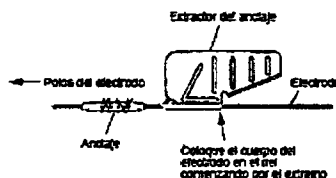

Figura 11. Colocación del extractor del anclaje sobre el electrodo.
5. Comenzando por el extremo ancho del riel (opuesto a la cuchilla), pase un dedo por el electrodo presionándolo para introducirlo en el riel (Figura 11).